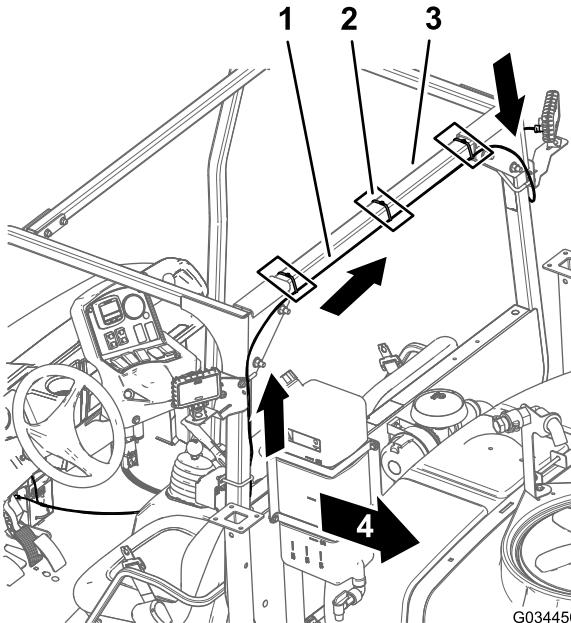
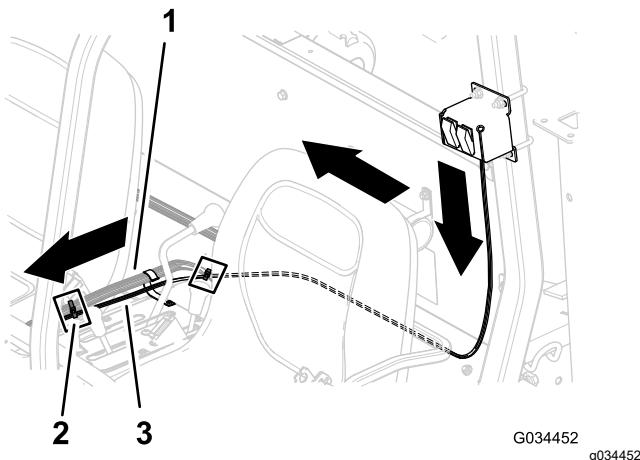
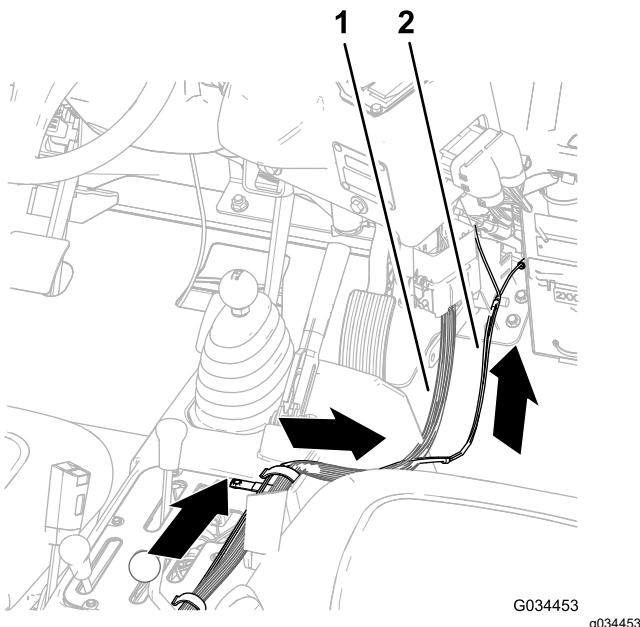

Bild 16
Bild 17
Bild 18
1. Verlegen Sie an den Schaltern den Zweig des Kabelbaums mit dem 2-Stiftstecker nach oben und an der Rückseite des horizontalen Überrollschutzrohrs entlang, wie in Bild 16 abgebildet.
2. Verlegen Sie an den Lichtschaltern den Zweig des Kabelbaums mit der Buchsenklemme und dem Ringkabelschuh nach unten und entlang der Rückseite des Fahrersitzes, wie in Bild 17 abgebildet.
3. Verlegen Sie den Kabelbaum für den hinteren Arbeitsscheinwerfer an der zentralen Bedienkonsole entlang des Kabelbaums für den Sprüher und nach vorne zum Sicherungsblock (Bild 17 und Bild 18).
4. Befestigen Sie den Kabelbaum für den hinteren Arbeitsscheinwerfer mit Kabelbinden am Kabelbaum für den Sprüher, wie in Bild 16 und Bild 17 abgebildet.